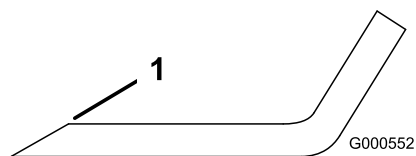
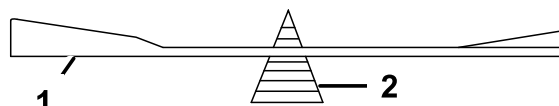

Figure 38
Figure 39
1. Au moyen d'une lime, aiguisiez les tranchants aux deux extrémités de la lame (Figure 38) en veillant à conserver l'angle de coupe d'origine. Limez la même quantité de métal sur chacun des deux tranchants pour ne pas déséquilibrer la lame.
2. Vérifiez l'équilibre de la lame en la plaçant sur un équilibreur (Figure 39). Si la lame reste horizontale, elle est équilibrée et peut être utilisée. Si la lame est déséquilibrée, limez un peu l'extrémité de la partie incurvée seulement (Figure 38). Répétez la procédure jusqu'à ce que la lame soit équilibrée.